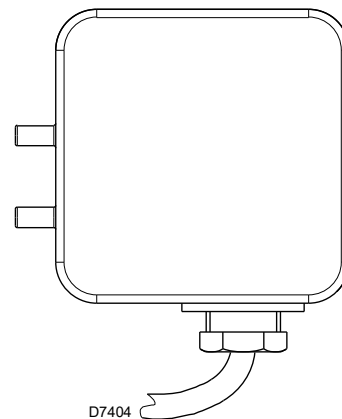

Abb. 25
- Stellen Sie den Luftdruckwächter (Abb. 25) auf den Skalenanfangswert ein.
Führen Sie die Einstellung des Luftdruckwächters (Abb. 25) aus, nachdem alle anderen Einstellungen des Brenners bei auf den Skalenanfang eingestellten Luftdruckwächter vorgenommen wurden. Mit Brenner auf verlangter Leistungsstufe langsam den Einstellungsdruck erhöhen, indem Sie den dafür vorgesehenen Drehgriff im Uhrzeigersinn bis zur Abschaltung des Brenners drehen. Dann den Drehgriff um zirka 20% des eingestellten Wertes gegen den Uhrzeiger drehen und anschließend den korrekten Anlauf des Brenners überprüfen. Blockiert der Brenner erneut, muss der Drehgriff nochmals geringfügig im Uhrzeigersinn gedreht werden.